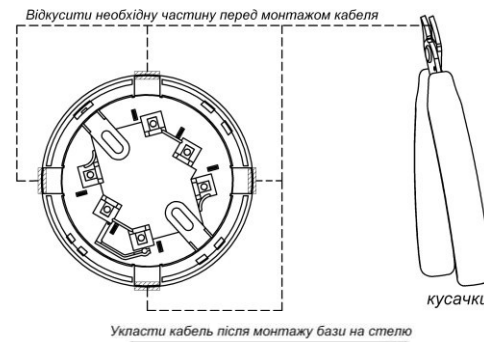

Рисунок 1
3.1 При розміщенні та монтажу сповіщувачів необхідно керуватись вимогами ДСТУ-Н СЕН/ТС 54-14 та ДБН В.2.5-56. Для монтажу сповіщувача необхідно базу від'єднати від сповіщувача, повернувши її проти годинникової стрілки, вирізати в ній потрібну кількість пазів для проводів (див. рис. 1) і закріпити її на стелі приміщення за допомогою дюбелів та гвинтів. Підключення сповіщувачів проводиться згідно схеми, наведеної на рисунку 2. Рекомендований переріз проводів від 0,28 до 1,0 мм².